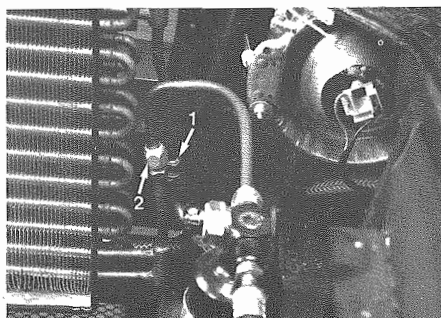

Fig. 5 - 1 - Tubo ingresso gas
- Smontare il tubo ingresso gas nel condensatore 1 ed il tubo uscita gas 2 (**Fig. 5**).
- Remove fluid inlet tube from condenser 1 and fluid outlet tube 2 (**Fig. 5**).